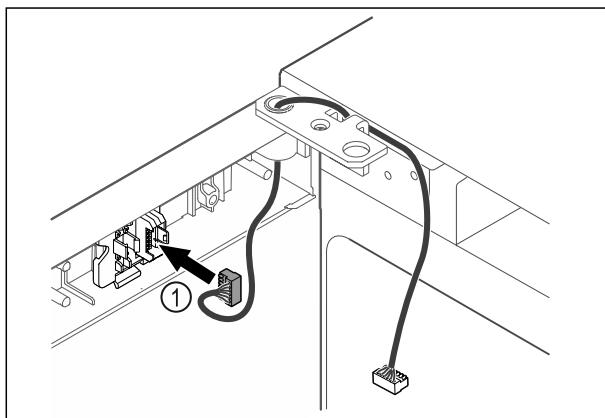

Fig. 64
- Вставьте штекер *Fig. 64 (1)* в держатель.